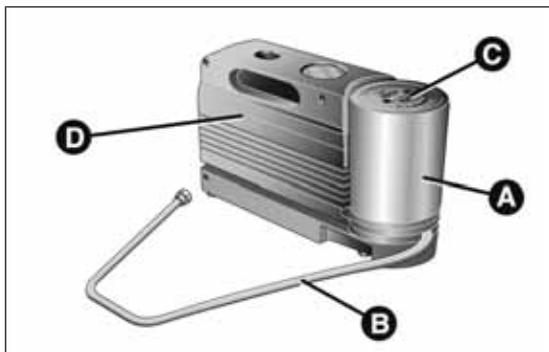

fig. 164
- una bombona A fig. 164 con líquido sellante, con: